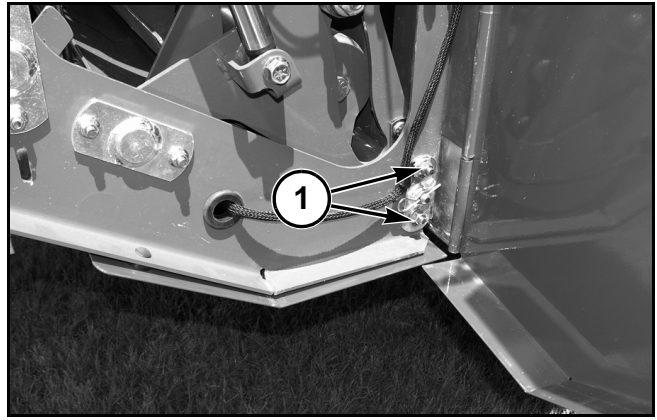

FIG. 22
FIG. 22: Para ajustar el extremo trasero (superior) de la bandeja de soporte de malla, afloje los pernos de ajuste (1). Mueva las abrazaderas a la posición correcta. Ajuste los pernos de ajuste.